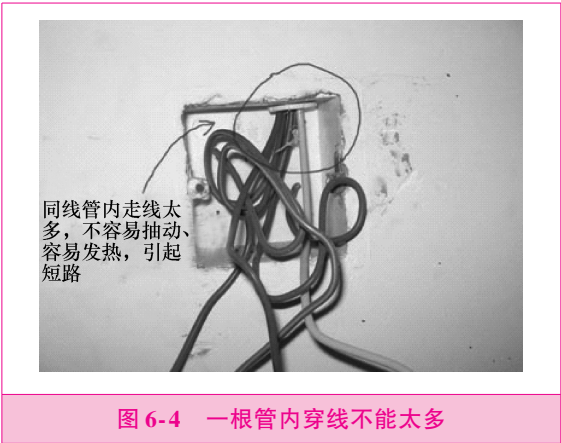

图 6-4 一根管内穿线不能太多
- 4) 电压相同的同类照明支线可以共穿一根管，但导线的总截面积不能超过电线管内截面积的 40%，如图 6-4 所示。工作照明和应急照明不能同穿一根管。